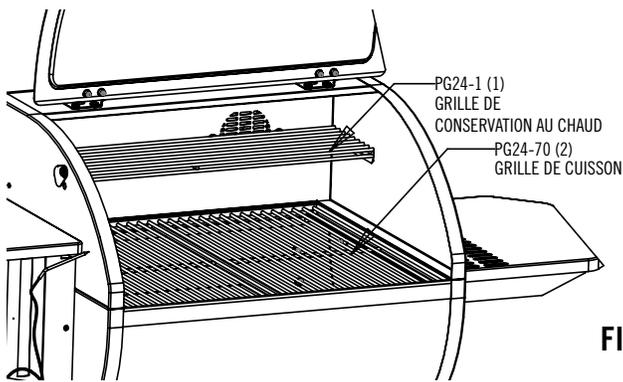

FIG. 10
1. Monter la grille de conservation au chaud et la grille de cuisson comme indiqué à la Fig 10.